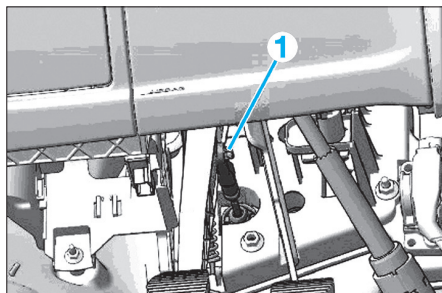

Fig. 2
- Dans l'habitacle, déposer la tige de poussée (1) (Fig.2).